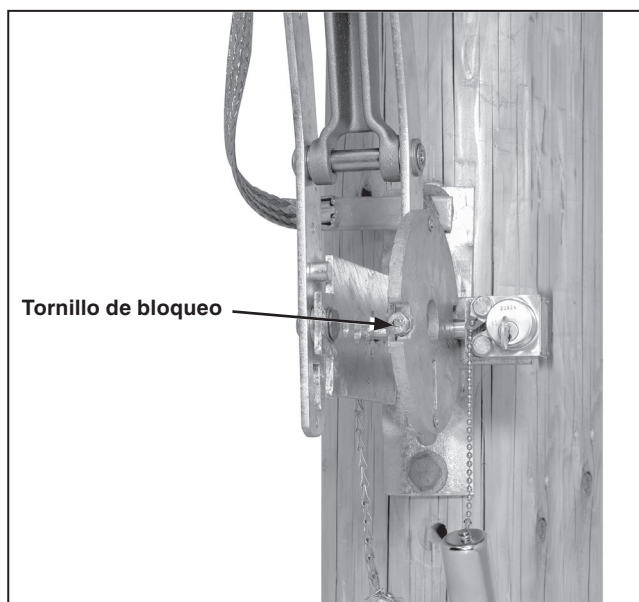

Figura 35. Bloquear la ranura en el disco del seguro de interbloqueo.
PASO 34. Bloquee una de las dos ranuras en el disco de bloqueo con el tornillo de bloqueo proporcionado. (La ranura que se bloqueará depende de que si se requiere o no un arreglo de abierto-bloqueado o cerrado-bloqueado). Ver Figura 35.